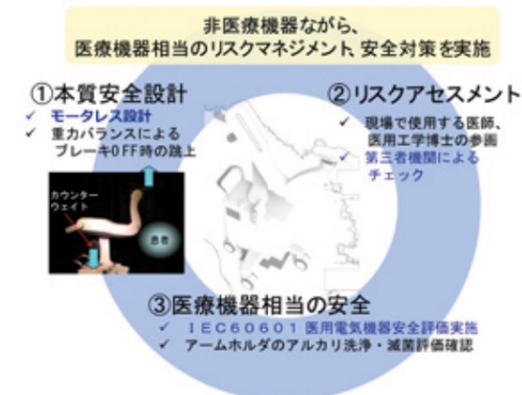

図2 安全性
①において、今回、モータを使用しないパッシブな構造(本質安全)を採用するとともに、医療現場で用いる機器として、医療機器相当の安全性を確保するために、ISO14971に基づくリスクマネジメントプロセス、IEC60601の医用電気安全評価、およびアームホルダ部の洗浄・滅菌評価について、第三者機関のチェックを受けています。(図2)
②においては、モータ使用しなくとも、医師が疲れを感じないように、重力バランス設計、可操作性を考慮した設計等を行い、軽やかな操作性を実現しています。また、医師の操作意図に合わせて3つの状態「HOLD: 術中の腕の固定」、「FREE: 台の移動」、